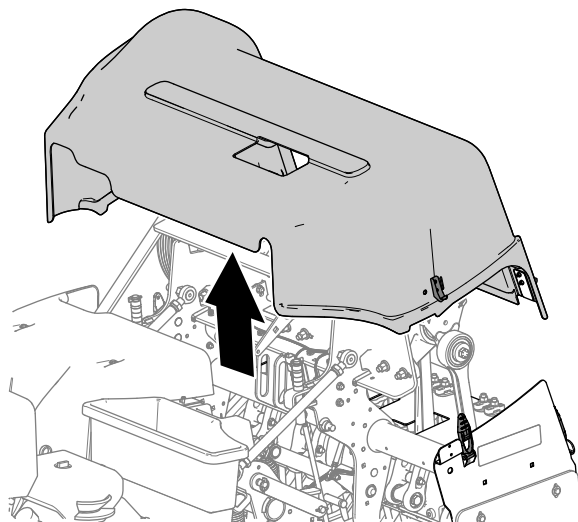

Figura 140
5. Sollevate la copertura della testa di carotaggio dalla macchina (Figura 140).